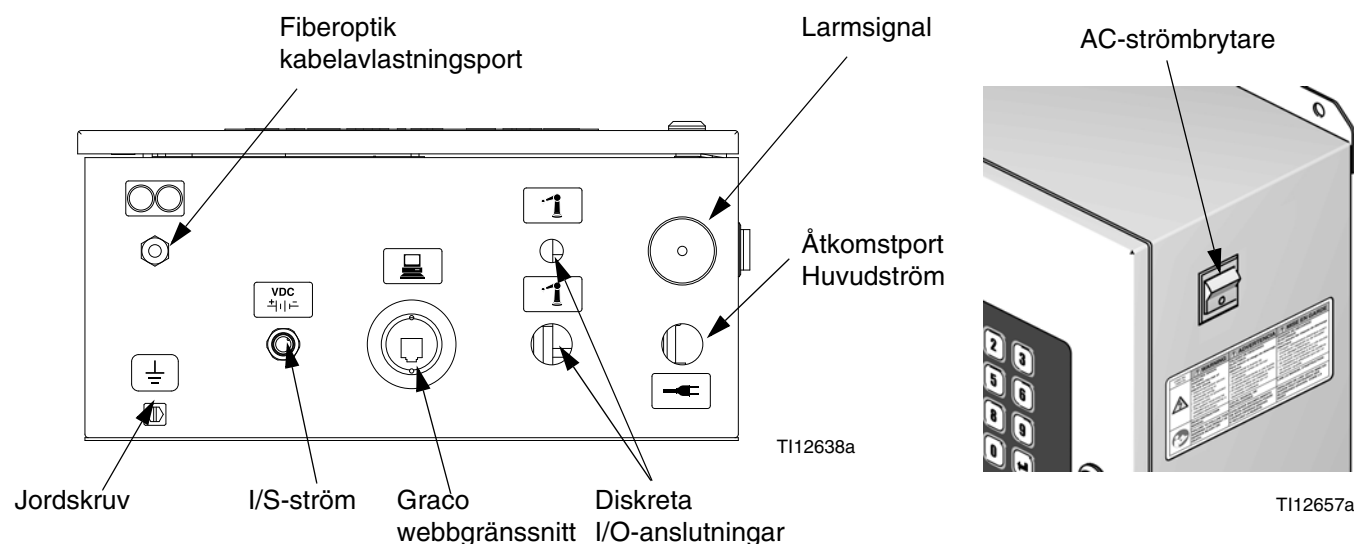

FIG. 13. EasyKey-anslutningar och strömbrytare
- Matningsingången  har 22,4 mm (0,88 tum) diameter. En isolerande kabelklammer eller kanal kan monteras i den. Se FIG. 13.
- Mata ström till EasyKey. Installera den isolerande kabelklammer eller kanalen genom EasyKey-porten . Se FIG. 13.
1. Anslut lämplig ände av färgstationens elkabel till EasyKey-kontakten $\frac{VDC}{\pm}| | \bar{}$. Se FIG. 13.
3. Den fiberoptiska kabeln levereras inkopplad i vätskestationens kontakt från fabriken . Se FIG. 13.